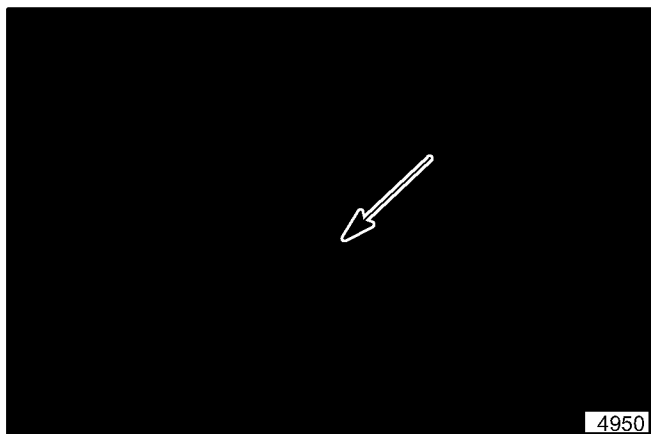

Abbildung 28. Kabelstellmuttern
2. Nachdem der Haken eingestellt ist, lösen Sie die zwei Gegenmuttern oben am Kabel (siehe Abbildung 28). Zur Aufnahme des Kabeldurchhangs die untere Mutter entsprechend verstellen. Achten Sie darauf, daß das Kabel nicht überspannt wird oder der Haken ist nicht in der Lage, die Spannereinheit der Spindel zu halten. Sichern Sie die untere Mutter an ihrer Stelle mit Hilfe der oberen Mutter.